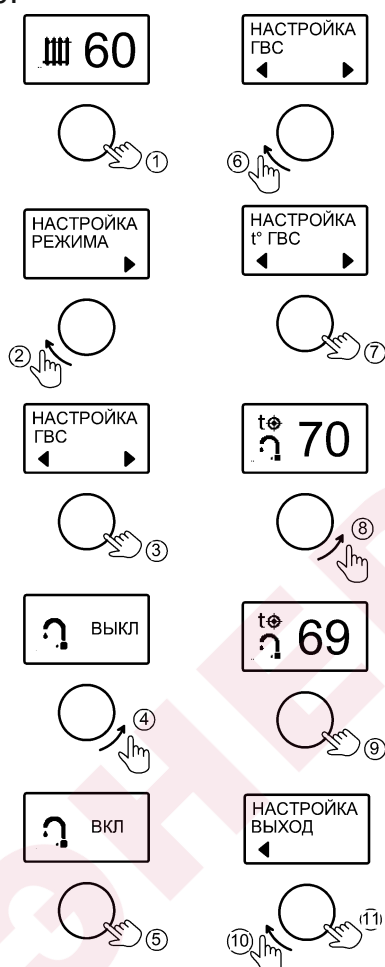

Рисунок 10. Настройка режима «ГВС»
**10.4** Вкладки «ГВС» и «ТЕМПЕРАТУРА ГВС» предусмотрены для включения/выключения режима ГВС и настройки температуры (см. рис. 10). Индикация «ВКЛ» означает разрешение на работу режима ГВС. Индикация «ВЫКЛ» запрещает работу режима «ГВС».
Активация режима и выбор температуры горячей воды показано на рис. 10.